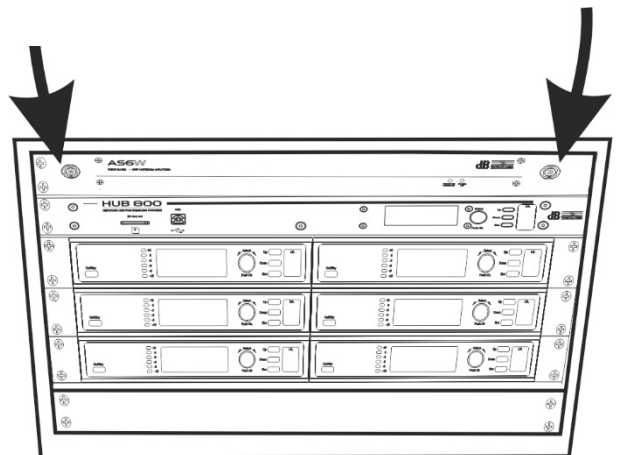

Abb. 2.1 – Vorderansicht - Perspektive
- 2 Die Antennen mit dem AS6W Antennen-Splitter verbinden, siehe Abb. 2.1. Siehe die Betriebsanleitung von AS6W für weitere Details. Es können angeschlossen werden: 2 Antennen vom Typ OWBA direkt (kit Moving D ANT), oder 2 OWBA-Antennen per BNC-Kabel, oder 2 Richtantennen RDA800W, siehe Abbildungen 2.2, 2.3, und 2.4